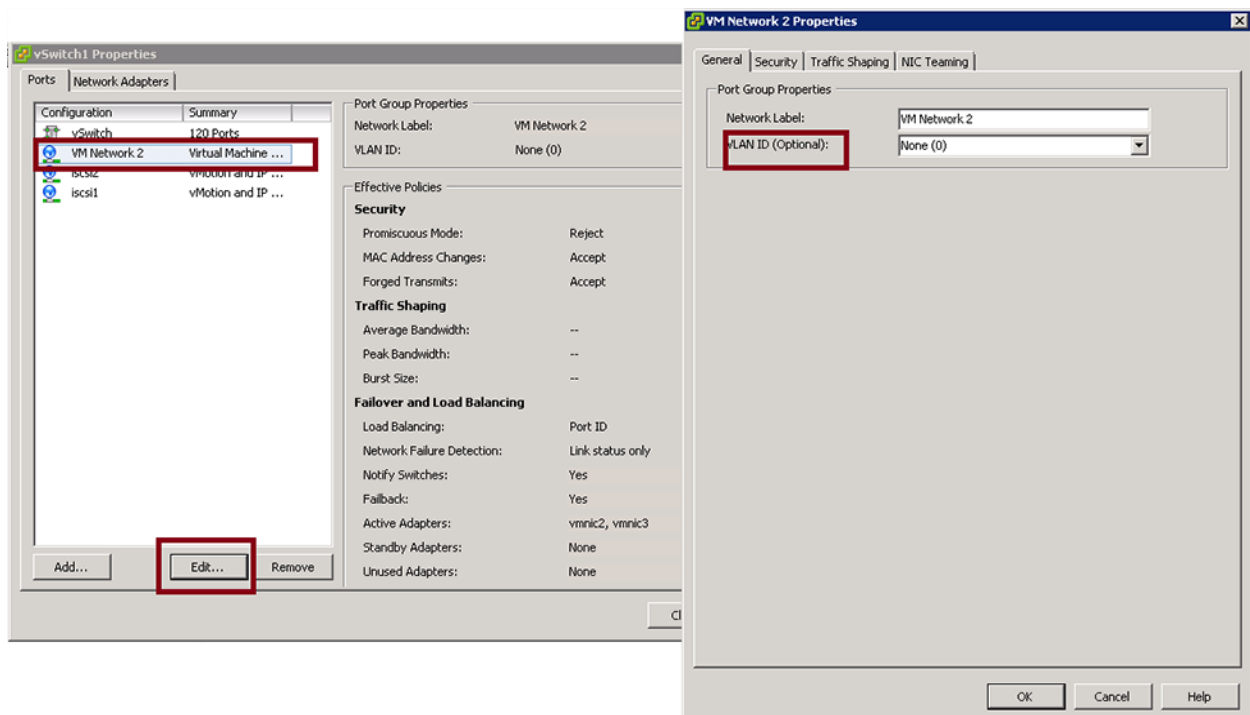
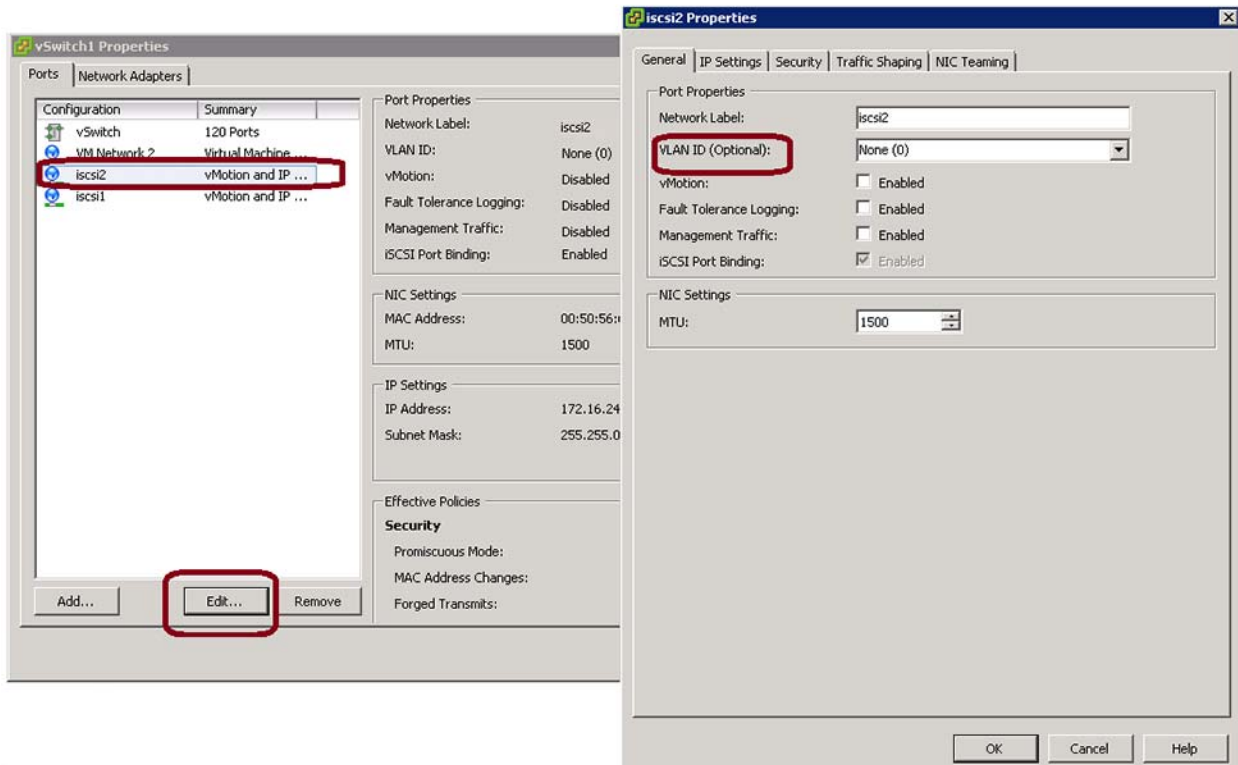

Figura 8-1. Network Properties (Propriedades da rede): Exemplo 1
Figura 8-2. Network Properties (Propriedades da rede): Exemplo 2
5. (Opcional) na página General (Geral) das propriedades de rede da VM atribua um número de VLAN à caixa **VLAN ID** (ID da VLAN). A Figura 8-1 e a Figura 8-2 mostram exemplos.